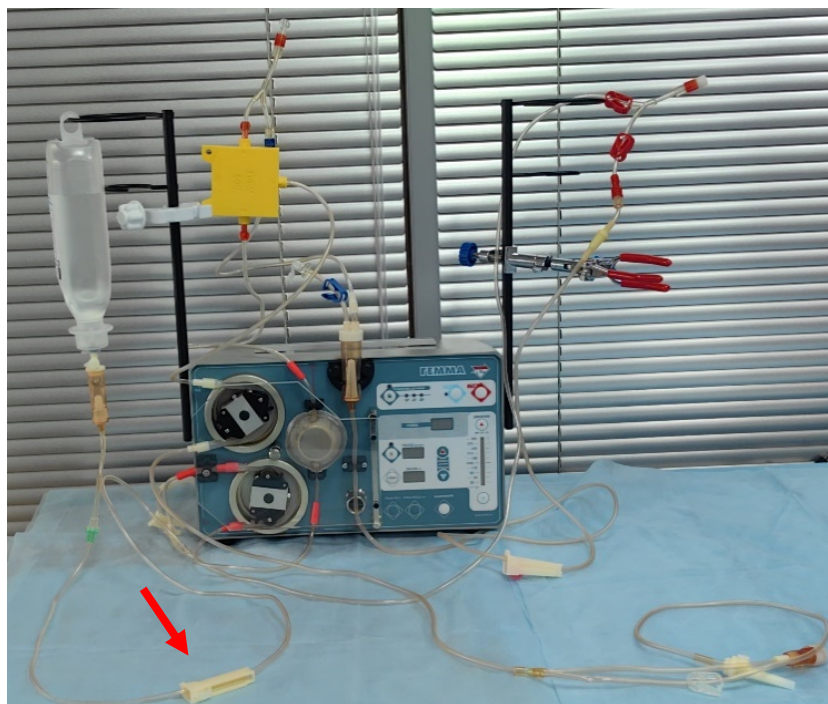

Рисунок 2.25
- 2.15. Для промывки плазмофильтра и системы магистралей используйте 1000 мл физиологического раствора NaCl с добавлением 5 тыс. ед. гепарина. Откройте роликовый зажим на линии физиологического раствора и заполните самотеком линию забора крови (рис. 2.25). После заполнения линии закройте красный зажим на линии забора крови.